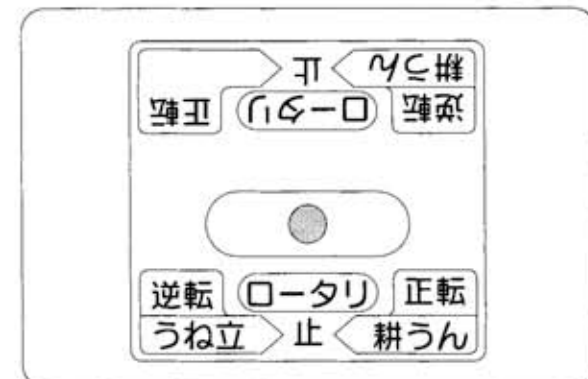

図15
- ③ロータリーチェンジレバーを【止】位置にします。（図15）